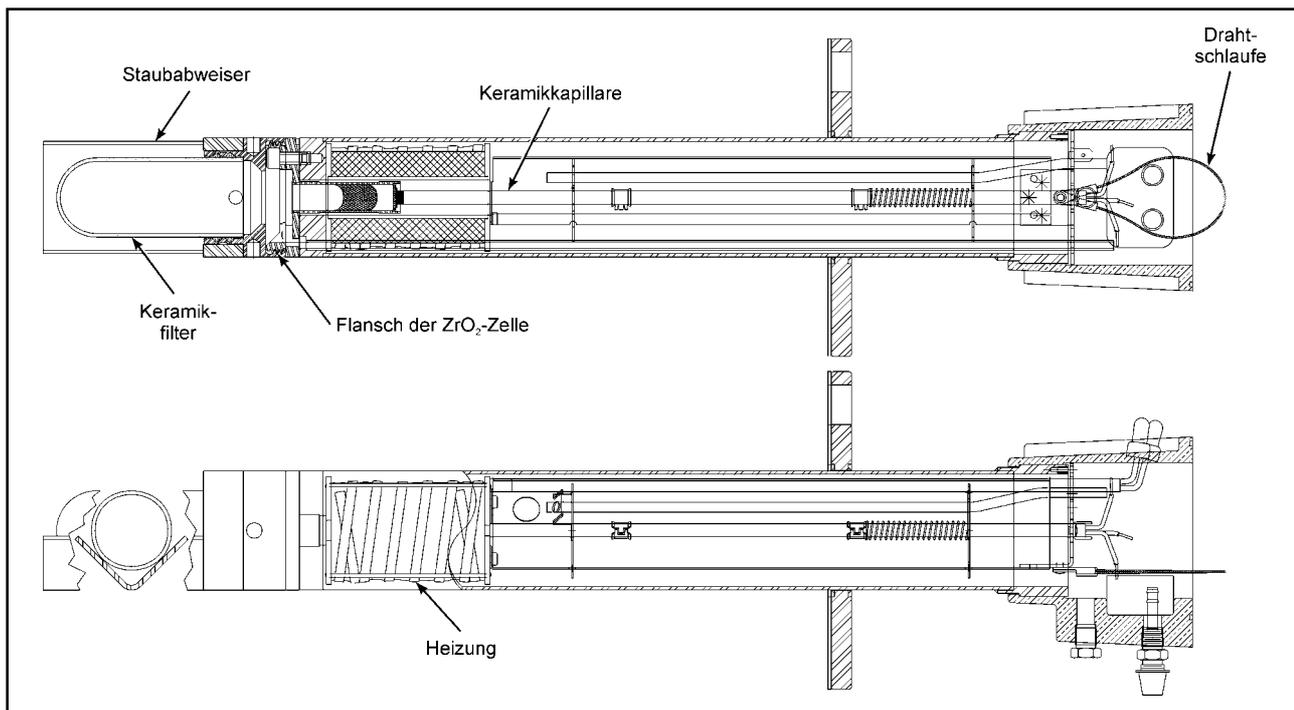

Abbildung VI-8 Innerer Sondenbaustein des Oxymitter 4000
- ❑ **Schritt 6** Ziehen Sie den inneren Sondenbaustein jetzt vorsichtig aus dem Sondenrohr herausziehen. Ergreifen Sie dazu die am Baustein vorhandene Drahtschleufe (vgl. Abb. VI-8).